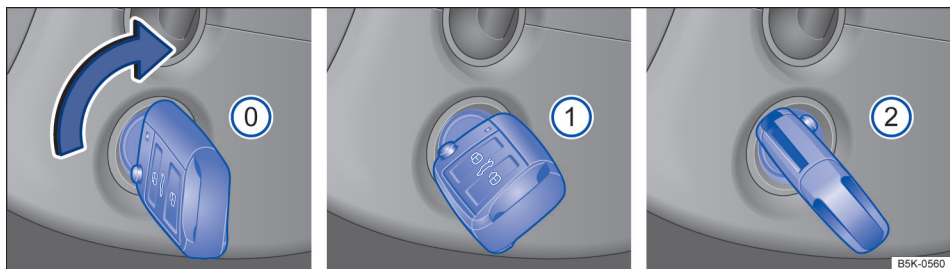

Fig. 108 Junto ao volante, no lado direito: posições da chave do veículo no cilindro da ignição.
Posições da chave do veículo → Fig. 108
- *Veículos com cilindro de ignição:* Gire a chave para a posição → Fig. 108 ①. A ignição está ligada.
- *Veículos com cilindro de ignição:* gire a chave no cilindro de ignição na posição → Fig. 108 ② sem pisar no acelerador. Uma vez que o motor esteja funcionando, solte a chave no cilindro de ignição.
- *Veículos com cilindro de ignição:* Gire a chave no cilindro de ignição na posição → Fig. 108 ①.